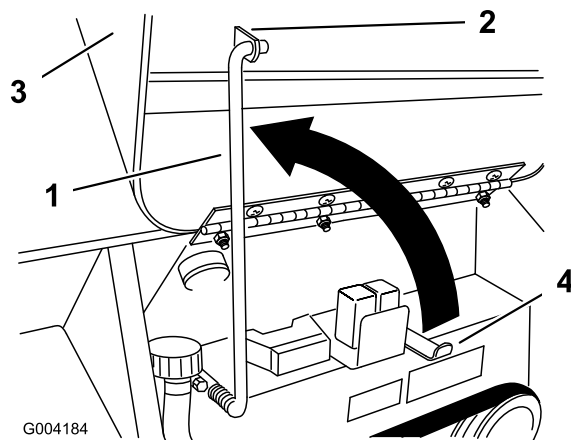

Figura 17
3. Suba la varilla de soporte y engánchela en el soporte del capó (Figura 17).